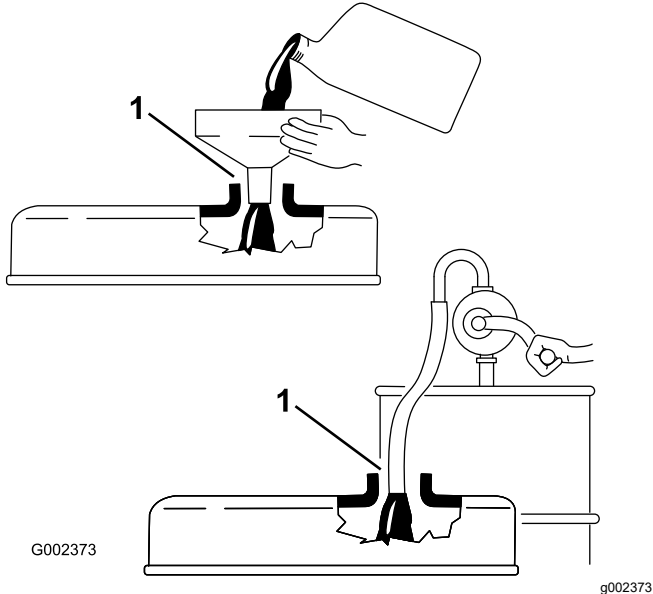

図 33
**重要** エンジンオイルを補給するときには、ディップスティックを抜いておいてください。エンジンオイルを補給する時には、補給口とジョウゴなどの間に必ず図 33 に示すようなすき間が必要です。これは補給の際に通気を確保し、オイルがブリーザ内部に侵入しないようにするためです。